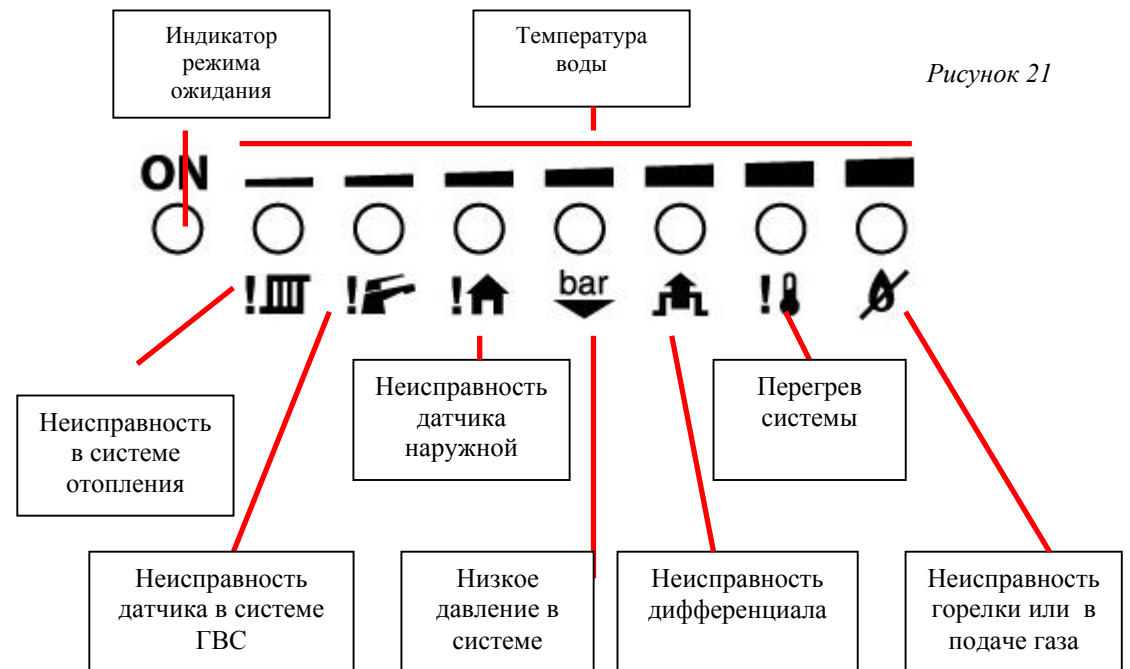

Рисунок 21
15.4 Индикатор неисправности: В моделях ВК(НК)-117(124,130)-B-S (базовая модификация) этот индикатор позволяет идентифицировать причину неисправности, возникшей в работе котла. Неисправность сигнализируется миганием соответствующего индикатора. В случае возникновения нескольких неисправностей, индикатор сигнализирует о наиболее приоритетной. Индикаторные лампочки горят зеленым светом если только не выключено электричество (Рисунок 21).